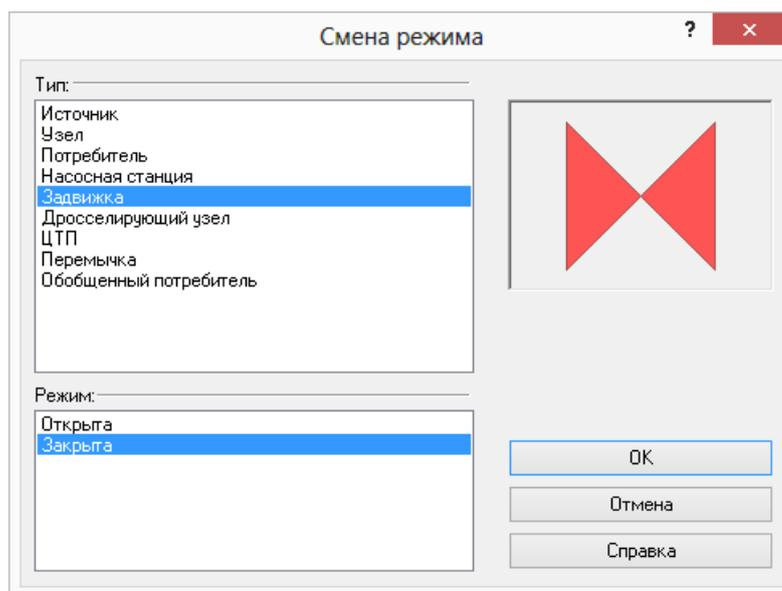

Рисунок 6.4. Смена режима для узлового объекта
2. Установить курсор на определенный объект и дважды щелкнуть левой клавишей мыши. На экране появится диалог Смена режима (см. Рисунок 6.4, «Смена режима для узлового объекта»).